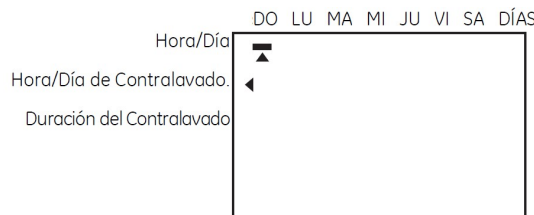

Figura 5.0
- 4• Presionar  o  mientras el cursor parpadea para establecer el día de regeneración (aparece una línea negra debajo del día (Figura 5.0)). En caso de error volver a usar las flechas para cambiar el día.